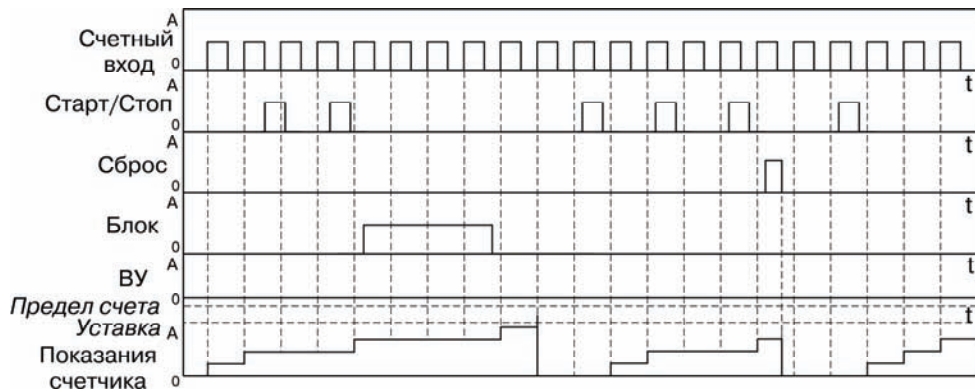

Рисунок 3.8
- тип работы по сигналу «Сброс» – «Сбросить счетчик и ждать сигнала «Старт» ( $rSt = StOP$ ) (рисунок 3.8).